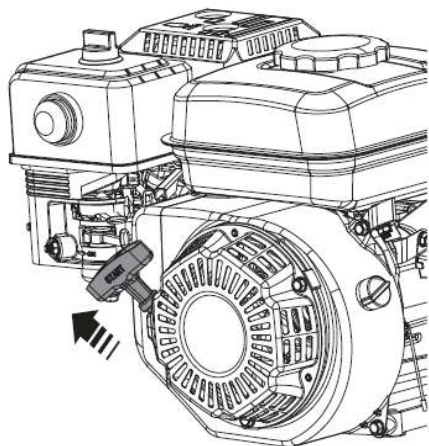

Рис. 26
8. Потяните за ручку стартера (Рис. 26), пока не почувствуете сопротивление, затем медленно опустите ручку стартера вниз. Снова медленно потяните за ручку стартера и как только почувствуете сопротивление, резко и с усилием потяните за ручку стартера и запустите двигатель. При необходимости повторите. После запуска двигателя медленно и плавно верните ручку стартера на место.